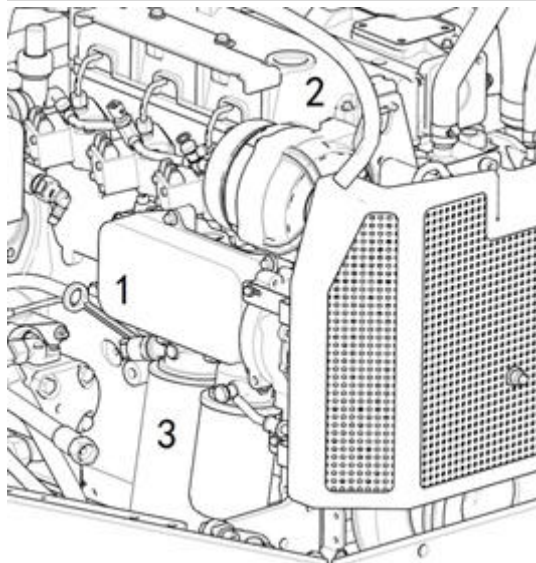

Рис. 3-10 Проверка смазочного масла двигателя
1. Замена моторного масла и фильтра двигателя (Рис. 3-10)